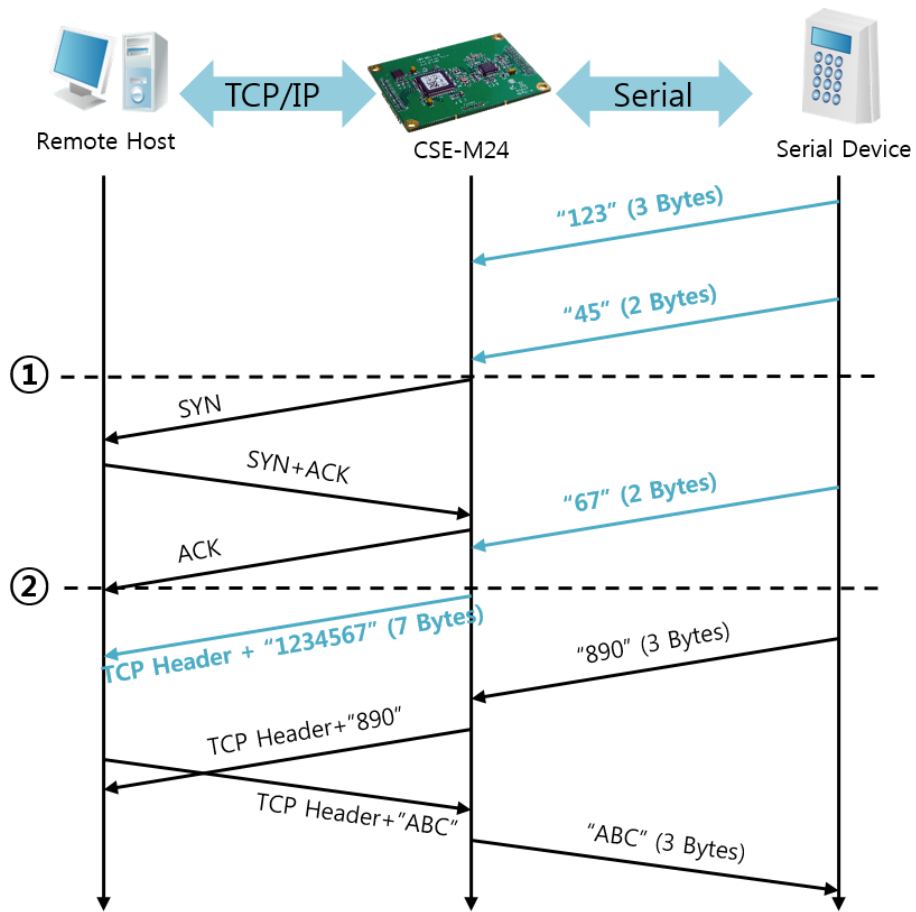

图 5-5 连接前数据大小为5时
就如图 5-5中所示CSE-M24在串口数据为5字节时，立即发送邀请。另外，在TCP连接邀请前始点(①)进来的串口数据"123"，"45"与结束TCP连接始点(②)前进来的数据"67"依据[数据包设定]为0以外的值设定情况构成连接后传送到远程HOST。